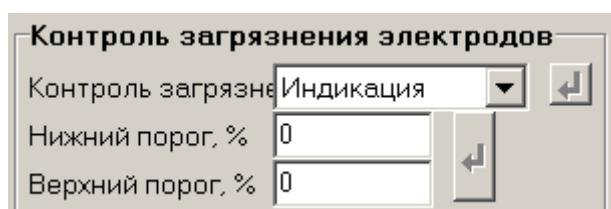

Рис.29. Настройки НС «Загрязнение электродов».
5.5. Установочные параметры для НС **Загрязнение электродов** (вкладка **Настройки** основного окна программы «Монитор» в группе **Контроль загрязнения** (рис.29)).